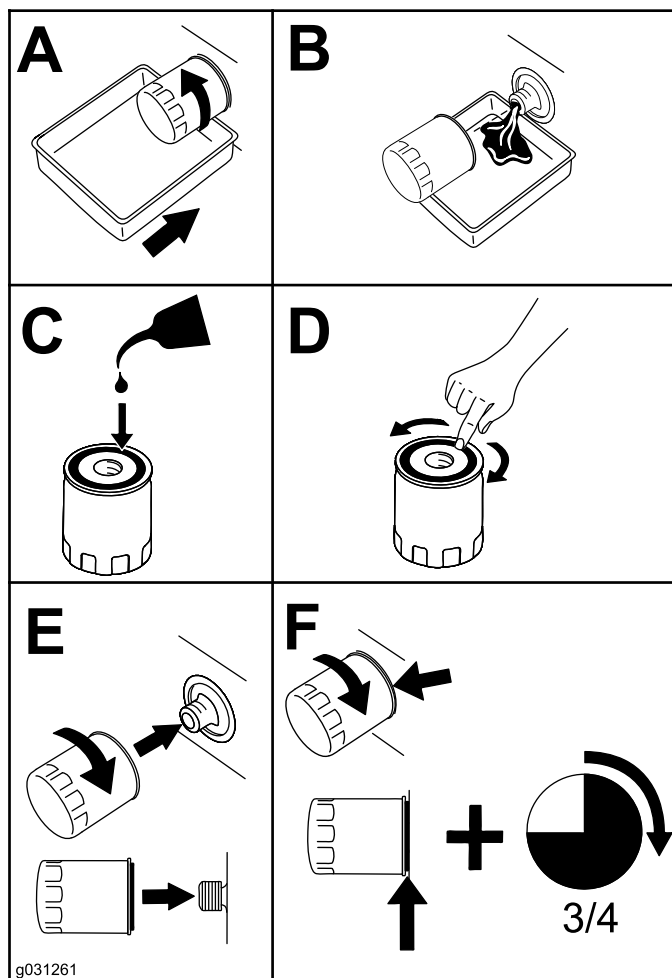

Figure 63
4. Remplacez le filtre à huile moteur (Figure 63).